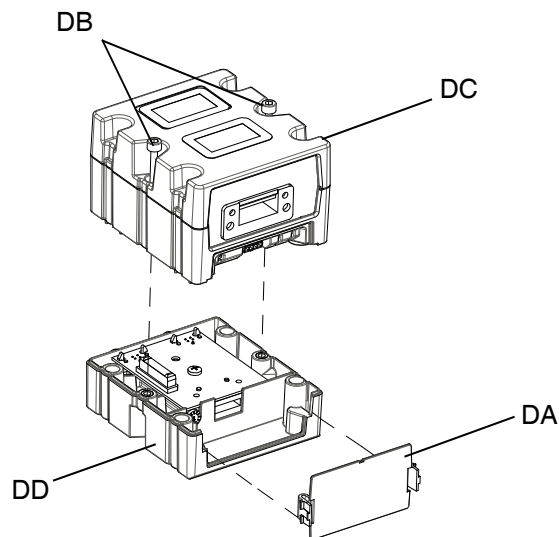

FIG. 52: Demontering av CGM
4. Ta bort locket från CGM (DA). Lossa och spara de båda M5-0.8x45 mm skruvarna (DB) och avlägsna CGM (DC) från basen (DD). Se FIG. 52.
5. Använd de fyra M4-0.7x20 mm monteringskruvarna som ingår i satsen och montera basen (DD) på CGM-fästet.
6. Sätt tillbaka CGM (DC) på basen (DD) med de båda skruvarna (DB) som avlägsnades och sparades i steg 4.
7. Sätt tillbaka locket (DA).
8. Koppla loss kabeln från ADM och sätt tillbaka kabeln i CGM (DC).